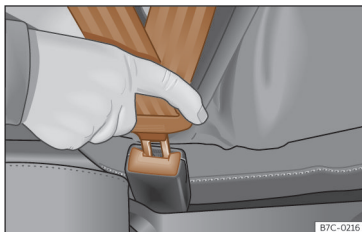

Fig. 13 Insertar la lengüeta del cinturón de seguridad en su cierre.
- Encastre la lengüeta en el cierre del asiento correspondiente»» » **fig. 13.**